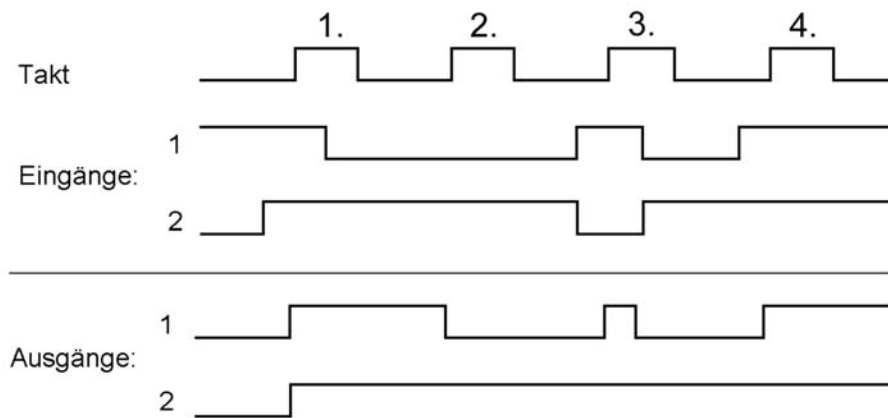

Abb. 18
18. An einem D-Flipflop-Register messen Sie Signalverläufe gemäß Abb. 18. Wo finden Sie Fehler? Zeichnen Sie ggf. ein, wie die Ausgangssignale eigentlich schalten müßten.